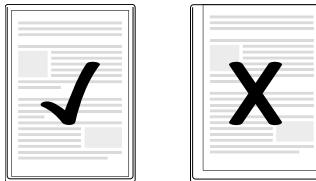

Abb. 1
- ▶ Achten Sie darauf, dass alle Ränder des Dokuments mindestens zwei Millimeter Abstand zum Rand der Folientasche haben müssen, wie in Abb. 1 dargestellt.
- Achten Sie darauf, dass alle Ränder des Dokuments mindestens zwei Millimeter Abstand zum Rand der Folientasche haben müssen, wie in Abb. 1 dargestellt.